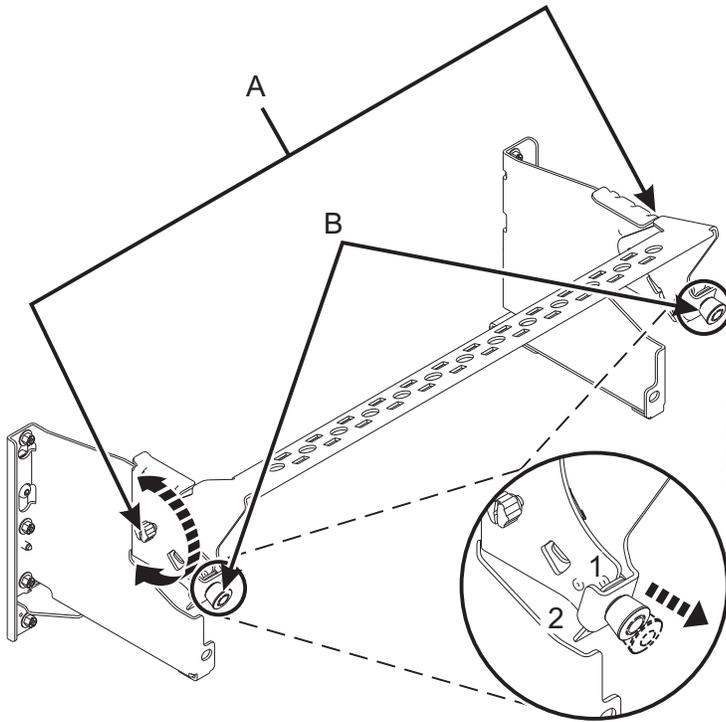

図 46. ケーブル管理ブラケットの保守位置への設置
3. ケーブル管理ブラケットを保守位置に置きます。48 ページの図 46を参照してください。
- a. つまみねじ (A) を反時計回りに回転させて、ケーブル管理ブラケットを緩めます。
- b. 1/4 回転ファスナー (B) を引き出し、ケーブル管理ブラケットを上げた位置まで持ち上げながら、それらのファスナーを回転させて解放します。
- c. 1/4 回転ファスナー (B) を回転させ、ブラケットにかみ合わせて所定の位置にロックします。